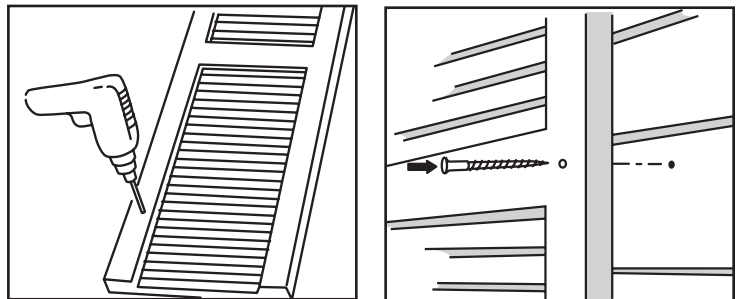

Figura 74.
- Taladre previamente agujeros a través de las contraventanas para los tornillos de sujeción y marque la ubicación de esos agujeros en el revestimiento (Figura 74).